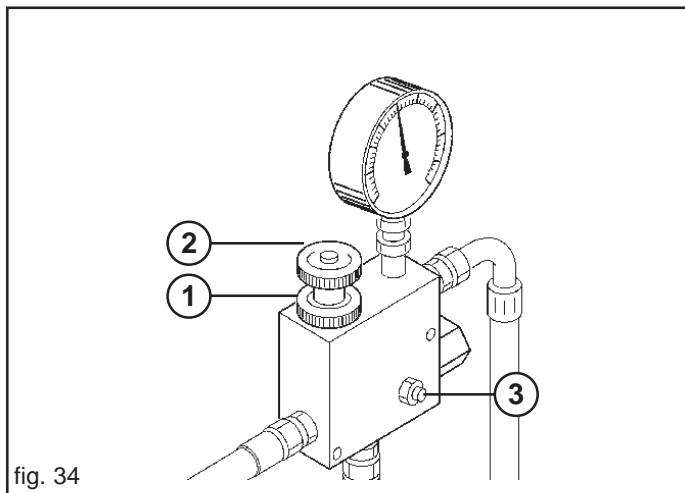

fig. 34
Wenn man die Gebläseumdrehungen für die Verteilung von schwereren Dünger erhöhen will, mit Vorsicht und Achtung wie folgt vorgehen (Abb. 34):
- b) Sicherung vom Regelventil (1, Abb. 34) lockern;
- b) Regelventil (2, Abb. 34) im Uhrzeiger- oder Gegensinn drehen um den Druck zu senken oder zu erhöhen und daher die Gebläseumdrehungen zu ändern.